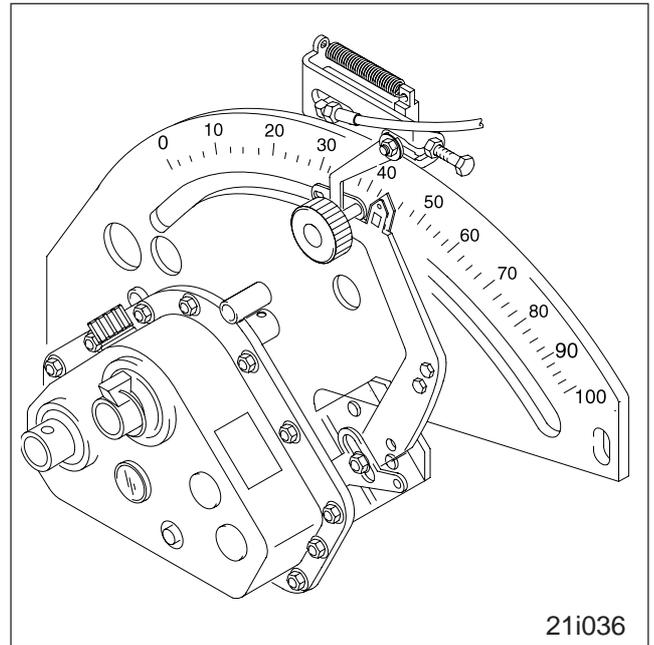
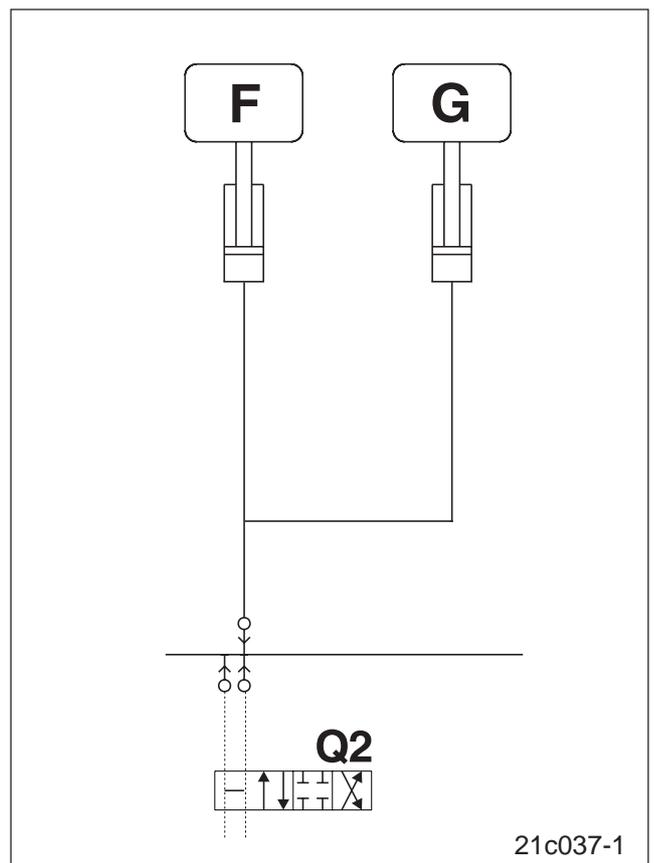
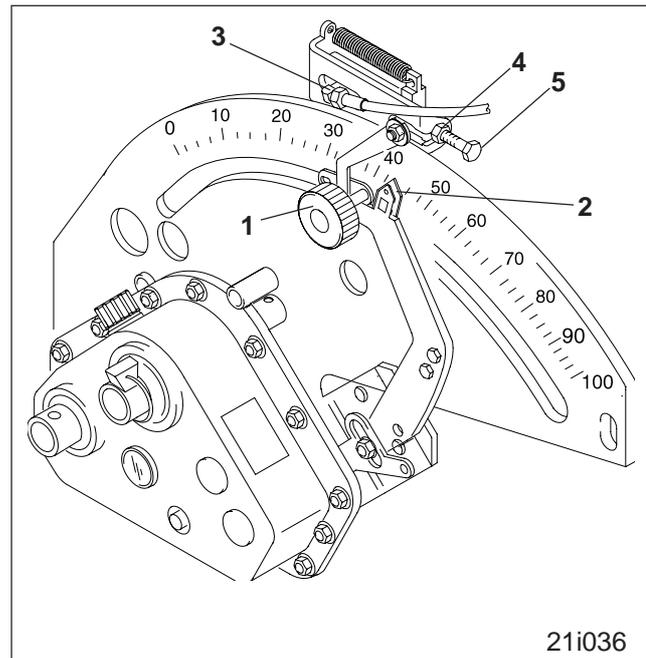

Fig. 20.1
Fig. 20.2
Fig. 20.3
Auf Feldern mit stark wechselnden Böden kann mit Hilfe der hydraulisch betätigten Saatmengenfernverstellung (Fig. 20.1) an Stellen mit schwererem Boden eine erhöhte Aussaatmenge ausgebracht werden. Die Saatmengenfernverstellung wird mit einem einfach wirkenden Steuerventil (Fig. 20.2/Q2) in der Schlepperkabine bedient.
Beim Betätigen des Steuerventiles werden die Hydraulikzylinder der hydraulischen Saatmengenfernverstellung (Fig. 20.2/G) und der Exaktstriegeldruckverstellung (Fig. 20.2/F) gleichzeitig mit Druck beaufschlagt! Personen aus dem Gefahrenbereich weisen! Verletzungsgefahr an beweglichen Teilen!
Bei Lieferung ist der Verstellmechanismus (Fig. 20.3) am Getriebestellhebel montiert und der Hydraulikzylinder (Fig. 20.3/3 bzw. Fig. 20.2/G) mit dem Hydraulikzylinder (Fig. 20.2/F) der hydraulischen Exaktstriegeldruckverstellung (falls vorhanden) gekoppelt. Schließen Sie die Hydraulikzylinder am Schlepper an ein einfach wirkendes Steuerventil (Fig. 20.2/Q2) an.
- der Hydraulikzylinder (Fig. 20.3/3) darf nicht mit Druck beaufschlagt sein
- Arretierknopf (Fig. 20.3/1) lösen
- Getriebestellhebel (Fig. 20.3/2) auf den gewünschten Skalenwert stellen
- Arretierknopf (Fig. 20.3/1) festziehen.
- Personen aus dem Gefahrenbereich verweisen und Hydraulikzylinder (Fig. 20.3/3) mit dem Steuerventil in der Schlepperkabine mit Druck beaufschlagen
- Kontermutter (Fig. 20.3/4) lösen und Einstellschraube (Fig. 20.3/5) so einstellen, dass der Zeiger (Fig. 20.3/2) des Getriebestellhebels die gewünschte höhere Getriebestellung anzeigt
- Kontermutter (Fig. 20.3/4) festziehen.
Soll der Exaktstriegeldruck bei Fahrten auf schwererem Boden erhöht werden, aber nicht die Aussaatmenge, ist die Einstellschraube (Fig. 20.3/5) bei unbelastetem Hydraulikzylinder soweit in die Halterung zu drehen, bis die Schraube den Kolben des Hydraulikzylinders berührt. Die Aussaatmenge verändert sich auch beim Erhöhen des Exaktstriegeldruckes nicht.